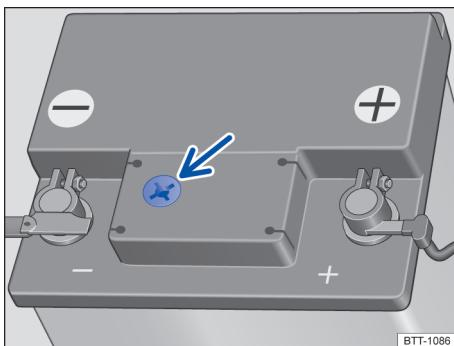

Fig. 234 Visor no lado superior da bateria do veículo 12 V (representação esquemática).
- Providenciar iluminação suficiente para poder identificar o indicador colorido no visor redondo no lado superior da bateria do veículo 12 V (seta) → Fig. 234. Jamais utilizar chamas expostas ou objetos incandescentes como iluminação.